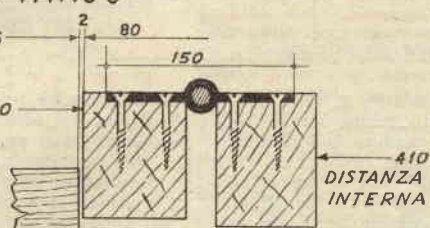

FIG. 2d PARTIC. CERNIERE
Da una robusta lamiera ricaviamo le cerniere che verranno saldamente fissate ai tavoli ed ai longheroni (9) vedi fig. 2d.